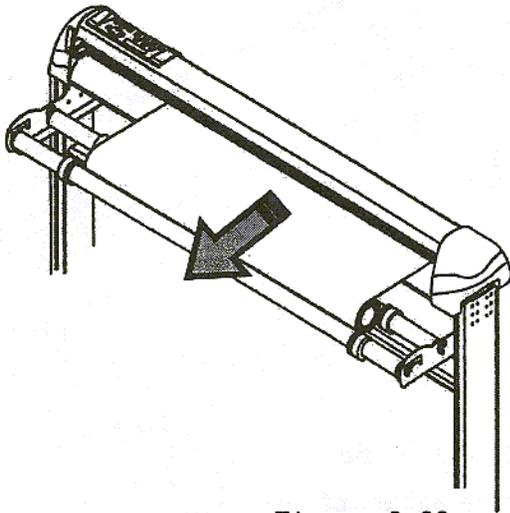

Figura 2-26
- Recupere hacia atrás para igualar la tensión en todo el material (Figura 2-26)